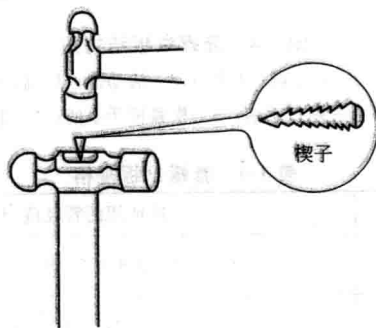

图 1-6 锤柄安装
- ① 手锤平面应平整,有裂痕或缺口的手锤不能使用。
- ② 锤柄安装要牢固可靠。为防止锤头脱落,必须在端部打入楔子,将锤头锁紧,见图 1-6。